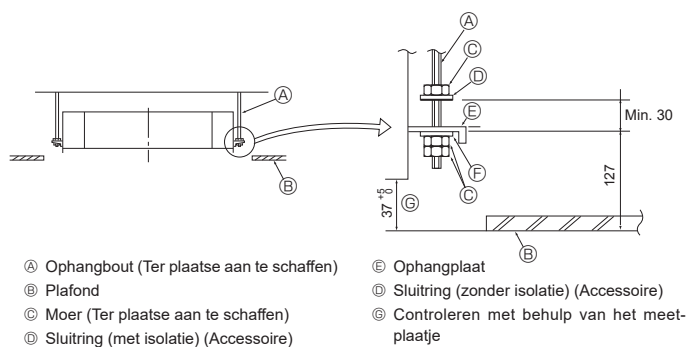

Fig. 4-5
4.5. Werkwijze om de unit op te hangen (Fig. 4-5)